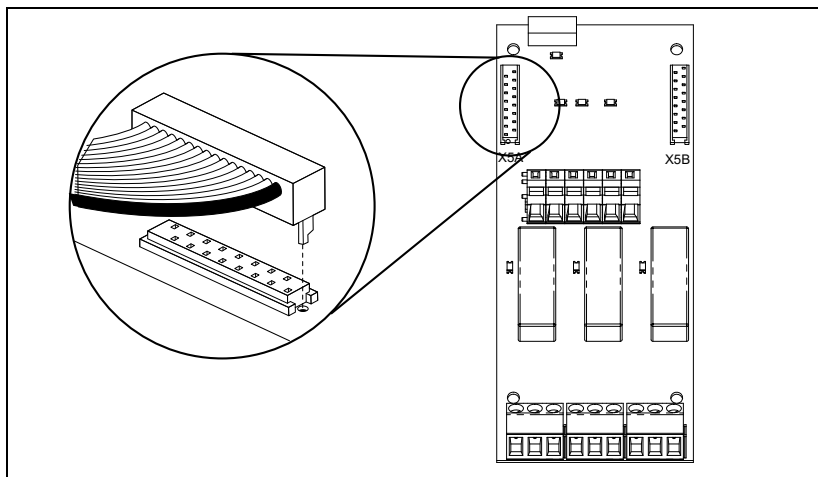

Fig. 18 Anslut flatkabeln till X5A-anslutningen på tillvalskortet.
1. Anslut den korta 16-poliga flatkabeln (32 mm) till X5A-anslutningen på tillvalskortet som i Fig. 18.